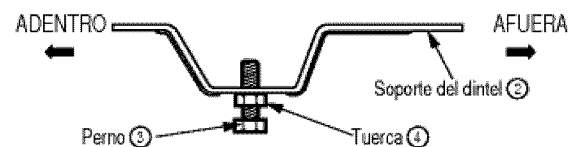

Fig. 3
- 3 Arme de modo flojo el soporte del dintel ② usando las partes que se muestran en Fig. 3.